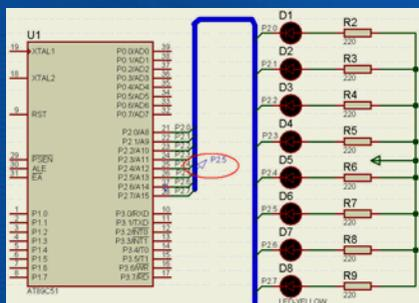

图4-81 放置电压探针
(1) 在欲触发断点的导线（总线）上放置电压探针，本例是在P2.5线上放置电压探针，如图4-81所示。